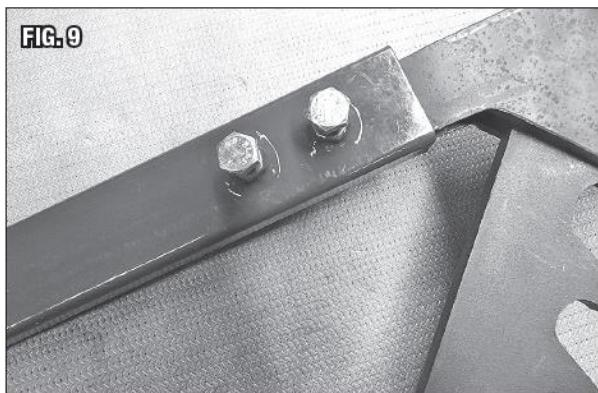

Рис. 9
- На храповый рычаг (P) можно установить дополнительную рукоятку (Рис. 9).